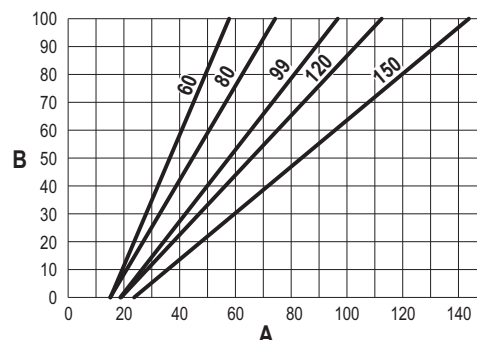

fig. 82
- Premere i **tasti contestuali 1 e 2** per aumentare o diminuire la portata termica (minima = 00 - Massima = 100). Vedi diagramma "Regolazione Portata Termica" (fig. 82).